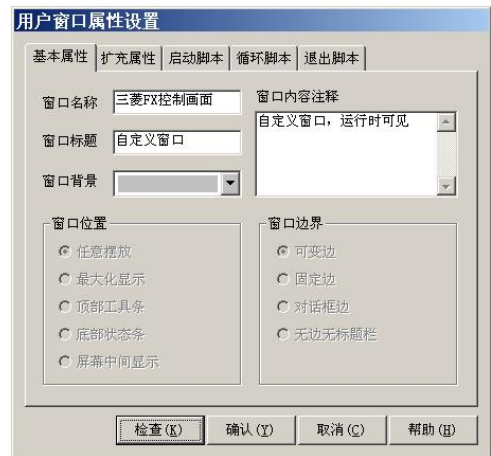

图 5
(2) 接下来单击“窗口属性”按钮，弹出“用户窗口属性设置”对话框，在基本属性页，将“窗口名称”修改为“三菱FX控制画面”，点击确认进行保存。如图5所示。